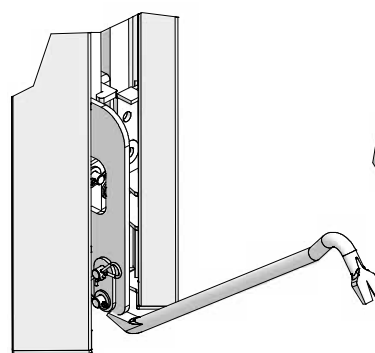
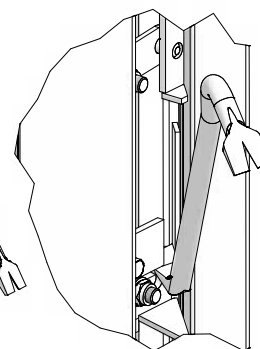

Fig. 54.3
Fig. 54.4
4. Utiliser un pied-de-biche pour activer l'angle intérieur décoffrant. Le levier à genouillère est poussé vers le haut par l'action du pied-de-biche. Le pied-de-biche peut être utilisé en bas au niveau du Point A (Fig. 54.3) ou à mi-hauteur au niveau du Point B (Fig. 54.4). Cela permet de détacher le coffrage du béton sans forcer.